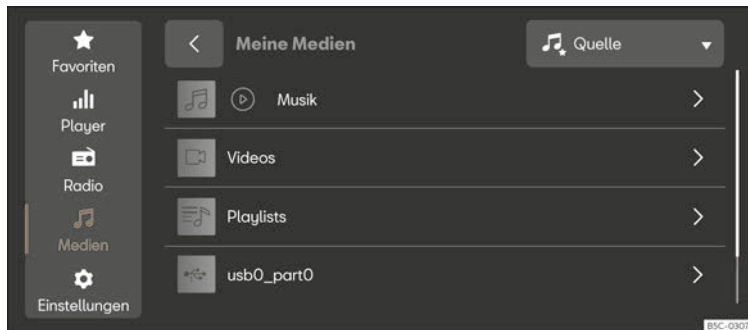

Abb. 180 Schematische Darstellung: Ansicht Medien.
- Drücken Sie **MENÜ** > >>> (Abb. 180).